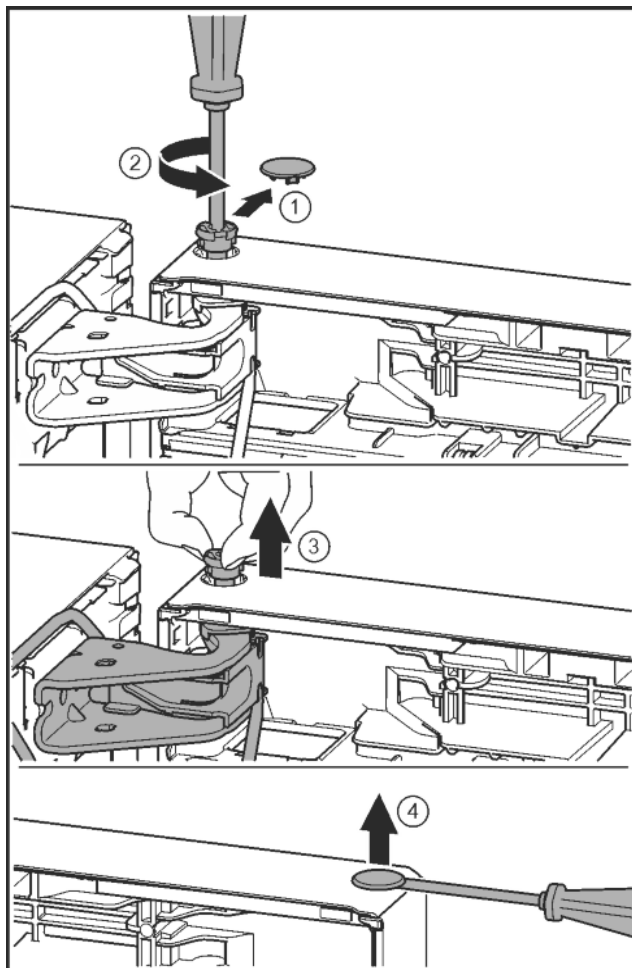

Fig. 26
- ▶ Óvatosan húzza le a biztonsági fedelet. Fig. 26 (1)
- ▶ A csapot a T15 csavarhúzóval kicsit tekerje ki. Fig. 26 (2)
- ▶ Tartsa meg az ajtót, és a csapszeget az ujjával húzza ki. Fig. 26 (3)
- ▶ A dugót egy hornyoltfejű csavarhúzóval óvatosan emelje ki az ajtó csapágyperselyből, és húzza ki. Fig. 26 (4)